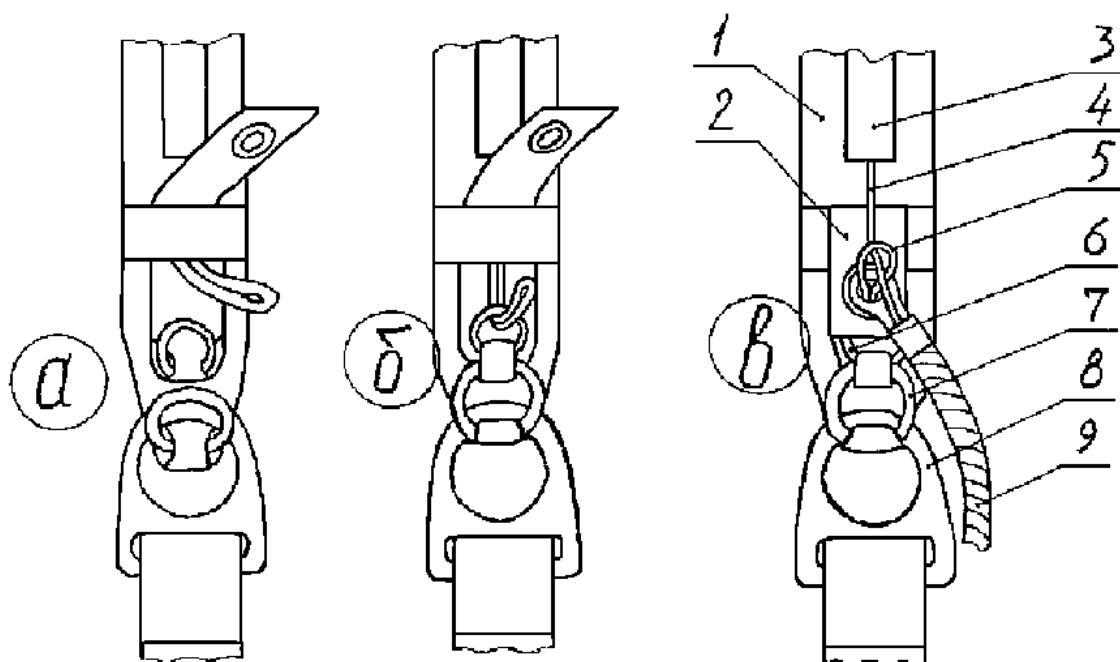

Рисунок 51 – Присоединение свободных концов к подвесной системе
Соединить левый СК с левой пряжкой КЗУ (рисунок 51):
- отогнуть пряжку КЗУ и вставить в неё со стороны грудной перемычки большое кольцо свободного конца (рисунок 51а);
- вставить малое кольцо в большое, пропустить чековую петлю через малое кольцо (рисунок 51б);
- пропустить петлю через люверс боудена и зачековать тросом звена отсоединения; трос заправить в предохранительный туннель (рисунок 51в).